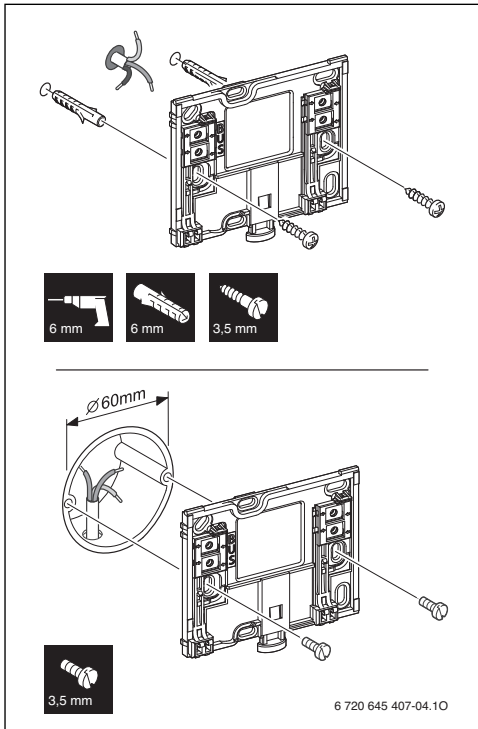

Fig. 3 Instalación de la base
- ▶ Instalar casquillo en la pared (→ fig 3).